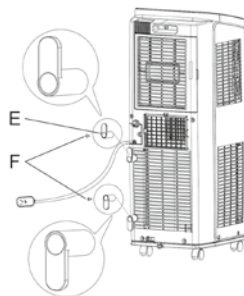

Figura 18
- 1 Montare i ganci E in dotazione utilizzando le viti F (vedere la figura 1) sul retro del climatizzatore (vedere la figura 18).